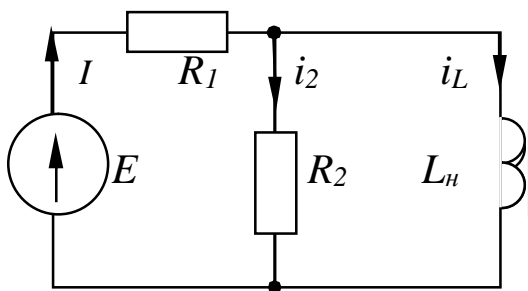
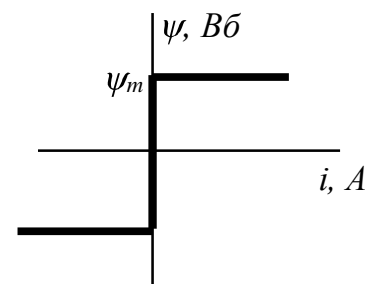

Рис. 16.1
Рис. 16.2
16. Схема рис. 16.1 состоит из источника синусоидальной ЭДС $e = E_m \sin \omega t$, двух линейных активных сопротивлений $R_1 = R_2 = 100$ Ом и нелинейной индуктивности L_H с вебер-амперной характеристикой, изображенной на рис. 16.2, где $\psi_m = 0,01$ Вб, (ψ - потокосцепление, i - ток).